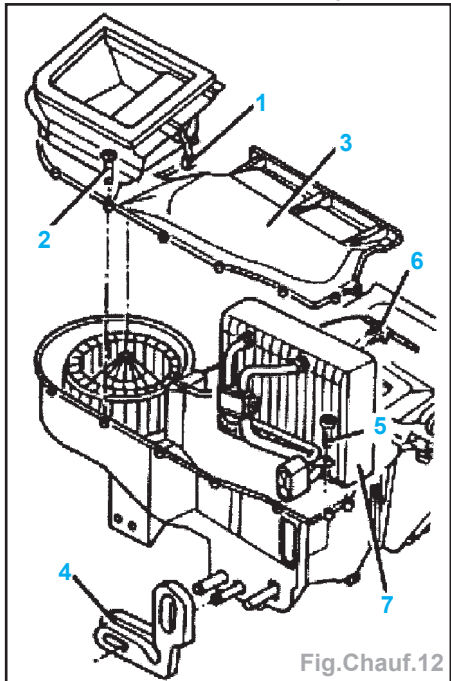

Fig.Chauf.12
- Débrancher le connecteur (1) (Fig.Chauf.12).